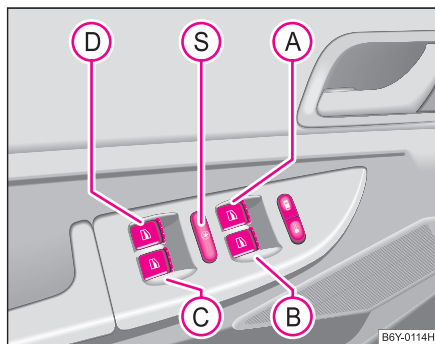

Fig. 29 Comutator în ușa conducătorului
Comutatoarele pentru fiecare geam se găsesc în cotiera din ușa conducătorului ⇒ fig. 29, pasagerului din dreapta și în ușile din spate*.
Apăsând comutatorul de siguranță (S) ⇒ fig. 29, puteți scoate din funcțiune comutatoarele din ușile din spate. Apăsând încă o dată comutatorul de siguranță (S), puteți restabili funcționarea comutatoarelor din ușile din spate.
- Când se transportă copii pe locurile din spate, vă recomandăm să scoateți din funcțiune comutatoarele din ușile din spate (comutatorul de siguranță) (S) ⇒ **pagina 50, fig. 29.**